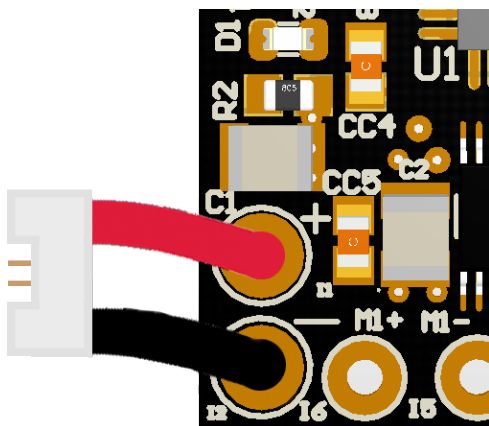
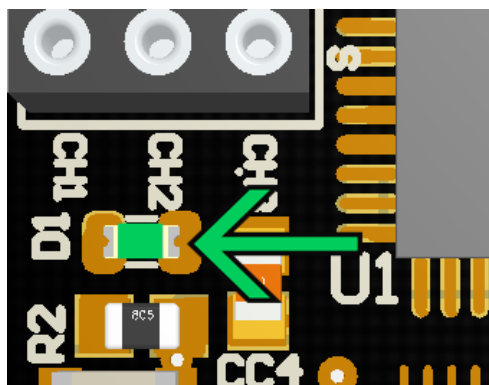

Figura 1: Alimentação Zika
Figura 2: LED de 5V
1. Aplicar à placa uma tensão entre 7V e 12V. Para isto o conector positivo da fonte de alimentação deve ser conectada ao VCC da placa e o negativo no GND, esses indicados, respectivamente, pelas cores vermelho e preto na figura 1. Consequentemente, o LED de 5V, representado pela cor verde na figura 2, deve acender indicando que o regulador linear de 5V está funcionando de forma esperada;